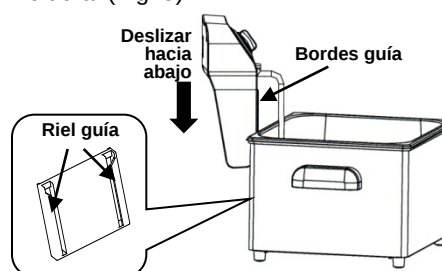

Fig. 4
2. Inserte los bordes guía del panel de control dentro de la ranuras guía del cuerpo metálico. (Fig. 4)